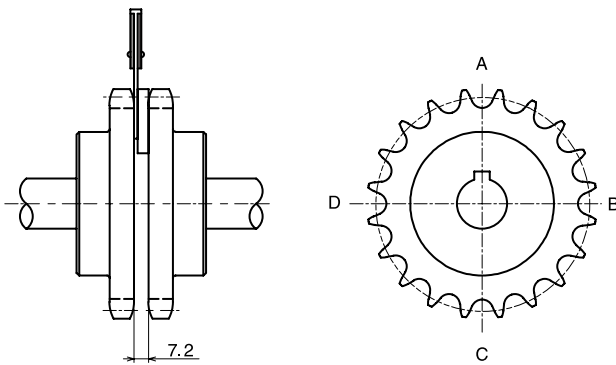

図1
2. 角度誤差は(10^T~19^T) $\alpha=1.0^\circ$ まで許容しますが、取付け時には $\alpha=0.5^\circ$ 以内になるように芯出しをして下さい。下図1のように、すきまゲージによりA、B、C、Dの4ヶ所の位置をチェックして角度誤差を修正して下さい。A-C間の誤差より垂直方向の角度誤差、B-D間の誤差より水平方向の角度誤差を修正して下さい。
下図1のように隙間ゲージによりA・B・C・Dの4ヶ所の位置をチェックして、角度誤差を修正して下さい。